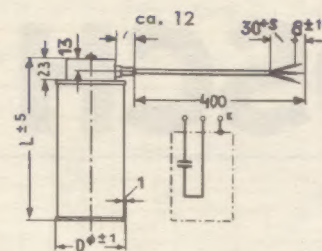

Bild 1b Ausführung mit Stahlbecher
- Stahl-Becher für Kondensatoren mit einem Gehäusedurchmesser über 60 mm. Anschluß berührungssicher (Berührungsschutzkappe) mit 3adriger Gummischlauchleitung (rote Ader = Erde). (Bild 1b)